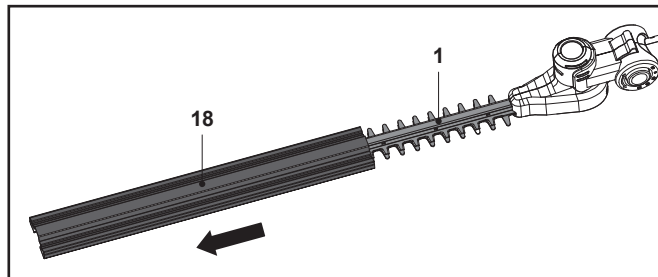

Fig. 2
1. Retirer le protège-lame (14) du dispositif de coupe (lame) (1) avant utilisation (Fig. 2).
2. Conserver le protège-lame (14) en lieu sûr.